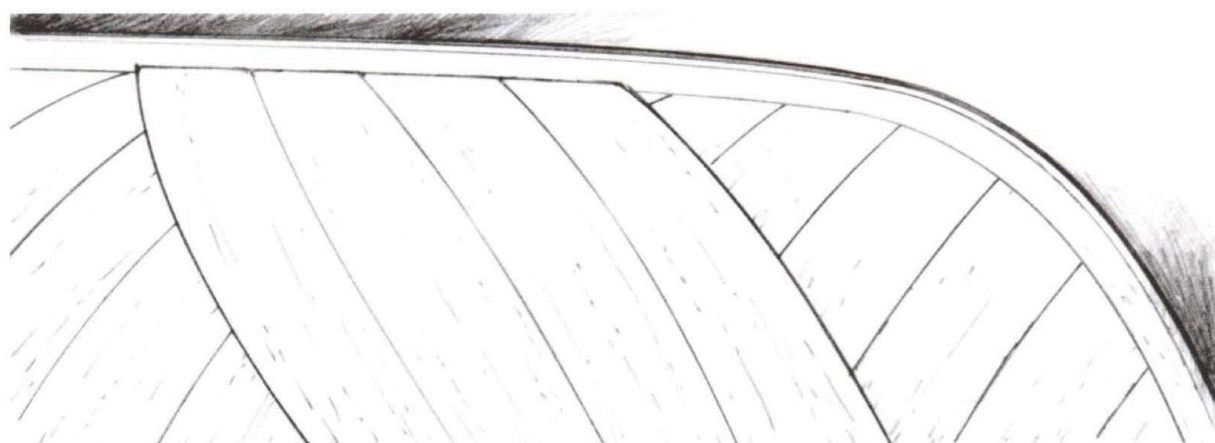

Рисунок 5-22 Приклеивайте второй слой шпона по диагонали в направлении, противоположном первому.
5. Повторите процедуру, приклеивая второй слой (Рисунок 5-22). Начните с первого листа, располагая его в средней части корпуса под углом 35° в направлении, противоположном первому слою. Обрезайте и приклеивайте оставшиеся листы шпона.